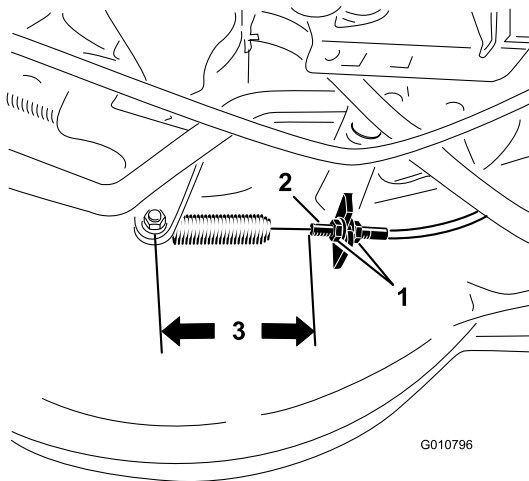

Figure 26
4. Desserrez les écrous du câble de frein jusqu'à ce que la gaine du câble puisse coulisser (Figure 26).
Remarque: Il doit exister un écart de 11,4 cm de l'extrémité du conduit du câble de frein au boulon qui fixe le ressort. (voir Figure 26).